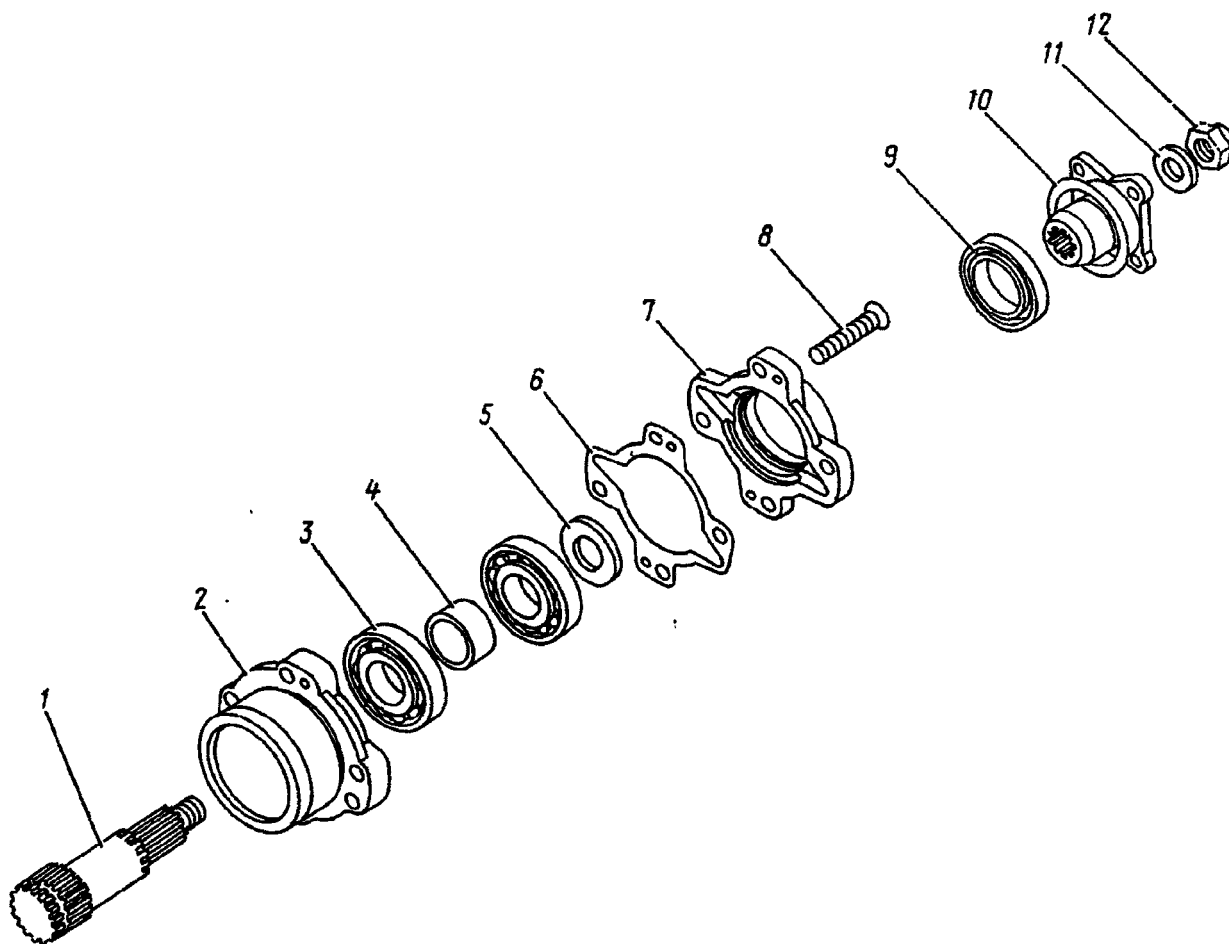
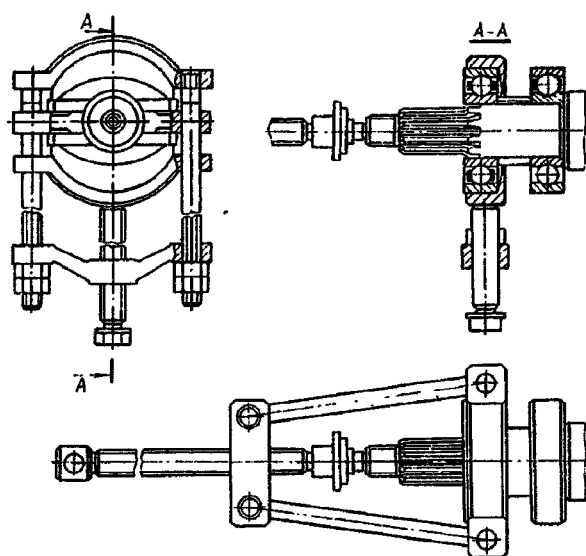

Рис. 169. Коробка отбора мощности:
Рис. 170. Снятие подшипников вала привода коробки отбора мощности
44. Установите коробку отбора мощности в тиски, зажав вал. Раскерните и отверните гайку 12 (рис. 169), снимите шайбу 11	Торцовый ключ 46 мм, молоток, зубило
48. Съёмником (рис. 170) снимите с вала 1 (см. рис. 169) два шарикоподшипника 3 и распорную втулку 4	Съёмник
84. Запрессуйте в крышку 7 (см. рис. 169) коробки отбора мощности манжету 9 в сборе до упора	Оправка, молоток, пресс, подставка То же